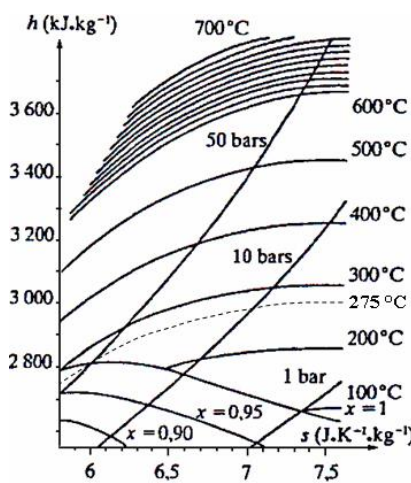

Figure 6
- **le générateur de vapeur**, $q_{GV} = c_{\text{eau}}(T_3 - T_1) + \ell_{\text{vap}}(50 \text{ bar})$. $T_3 = 275$ °C est lue par extrapolation sur le diagramme de Mollier (figure 6) à l'intersection de l'isobare 50 bar et de l'isotitre $x = 1$;